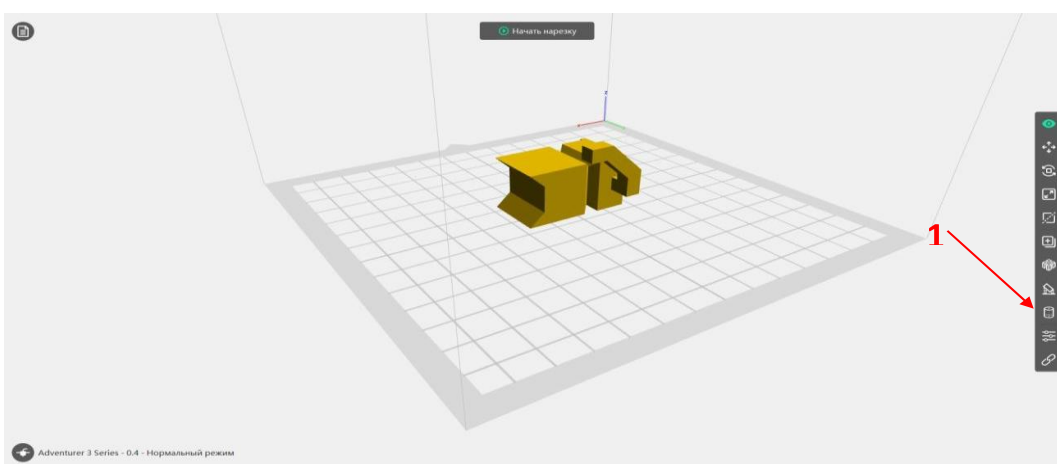

Рис.3. Загруженная в слайсер модель кота
1. Загрузим модель кота в слайсер (рис.3)
3. Если кот расположен таким образом (рис.3), то для того, чтобы распечатался хвост необходимо добавить поддержки.
на кнопку «Поддержка» (рис.3,1)